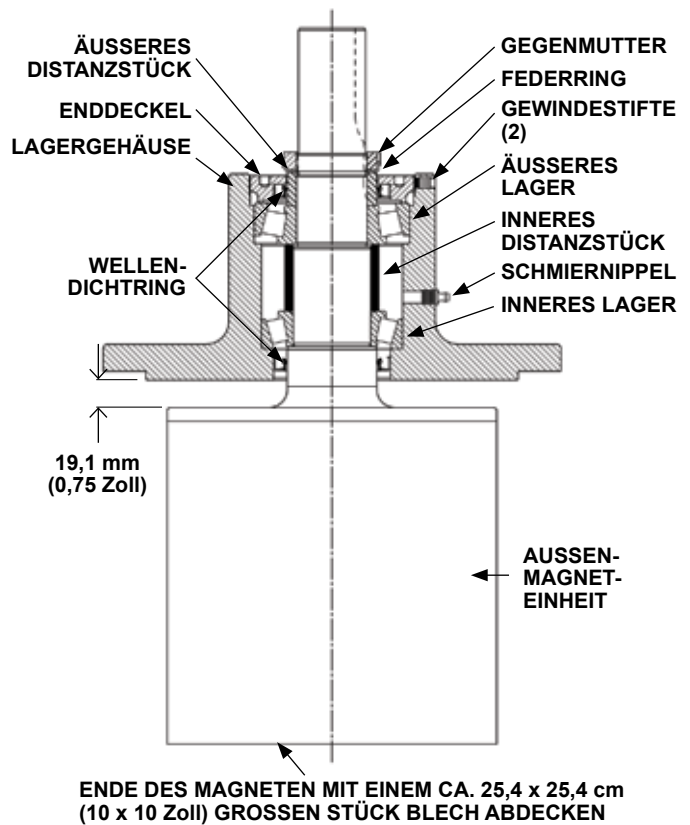

ABBILDUNG 15
Das Lagergehäuse verfügt über zwei schmiermittelgefüllte Kegelrollenlager und eine einteilige Außenmagneteinheit mit Schaft. Die Einheit kann von außen durch den Schmiernippel geschmiert werden. Wenn die weitere Zerlegung erforderlich ist, siehe **Abbildung 15**, und wie folgt fortfahren:
2. Der äußere Enddeckel enthält den zweiten Wellendichtring. Wenn der Dichtring in gutem Zustand ist, den Enddeckel über das äußere Distanzstück schieben und dann in das Lagergehäuse schrauben. Das innere Distanzstück so zentrieren, dass die Welle durch die beiden Lager geschoben werden kann. Den Enddeckel einschrauben, bis er das äußere Kegelrollenlager berührt. Den Enddeckel von Hand festziehen und dann mit den beiden (2) Gewindestiften fixieren.
3. Den Schaft des Außenmagneten durch die Lager und Distanzstücke einsetzen. Wenn der Schaft ordnungsgemäß positioniert ist, sollte zwischen Magnet und Gehäuse ein Abstand von ca. 19,1 mm (0,75 Zoll) gegeben sein. Siehe **Abbildung 15**.